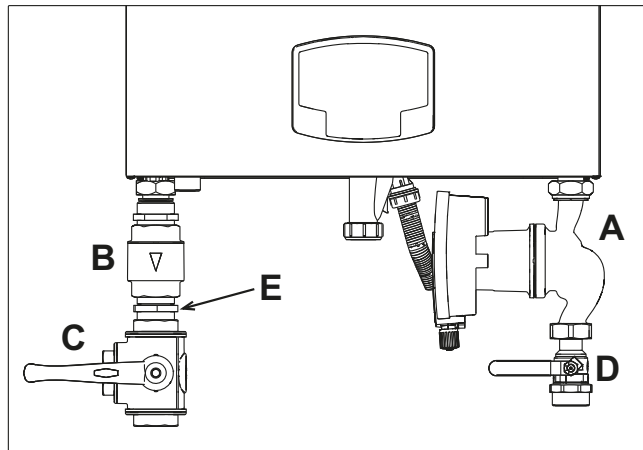

рис. 35- Котел с установленными комплектами
код 042070X0 - КОМПЛЕКТ ВЫСОКОПРОИЗВОДИТЕЛЬНОГО ЦИРКУЛЯЦИОННОГО НАСОСА - 7 м (А - рис. 35)
код 042071X0 - КОМПЛЕКТ ВЫСОКОПРОИЗВОДИТЕЛЬНОГО ЦИРКУЛЯЦИОННОГО НАСОСА - 10 м (А - рис. 35)
- 1 НЕВОЗВРАТНЫЙ КЛАПАН - Гнездовое 1"1/2 (В - рис. 35)**
- 2 3-ХОДОВОЙ ВЕНТИЛЬ - Гнездовое 1"1/2 (С - рис. 35)**
- 3 ВЕНТИЛЬ Штыревое/гнездовое 1"1/2 (D - рис. 35)**
- 4 СОЕДИНИТЕЛЬНЫЙ ПАТРУБОК 1"1/2 (Е - рис. 35)**